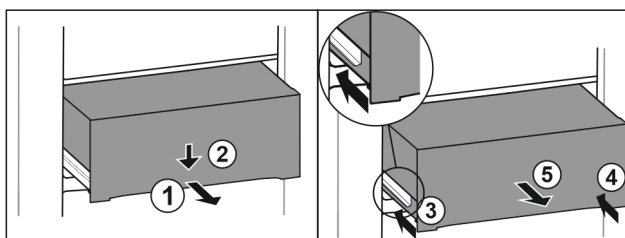

Fig. 63
- Dra ut utdragslåda till hälften. Fig. 63 (1)
- Tryck utdragslådan på framsidan nedåt. Fig. 63 (2)
- Skjut in vänster skena ca 2 cm. Fig. 63 (3)
- Skjut in höger skena ca 2 cm. Fig. 63 (4)
- Ta ut utdragslåda genom att dra den framåt. Fig. 63 (5)